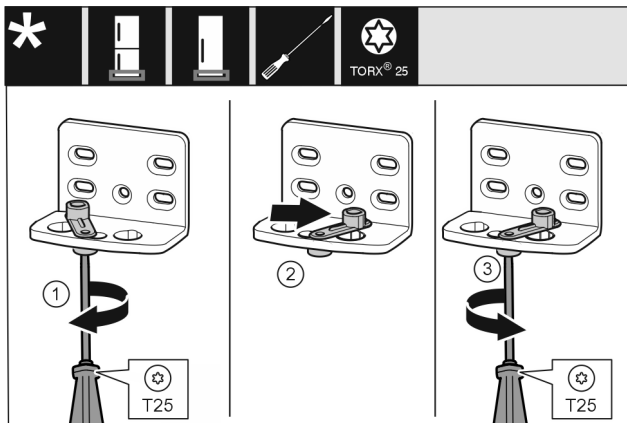

Fig. 13
- ▶ Šroubovákem volně přišroubujte šroub Fig. 13 (1).
- ▶ Zvedněte pomůcku zavírání dveří Fig. 13 (2) a v otvoru ji otočte o 90° doprava.
- ▶ Šroubovákem šroub Fig. 13 (3) pevně utáhněte.